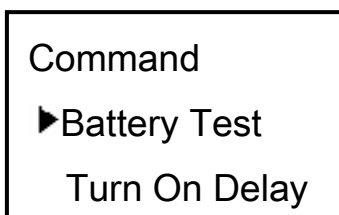

Fig.35 : control menu
- Control operación ver Fig.35 ~ Fig.40